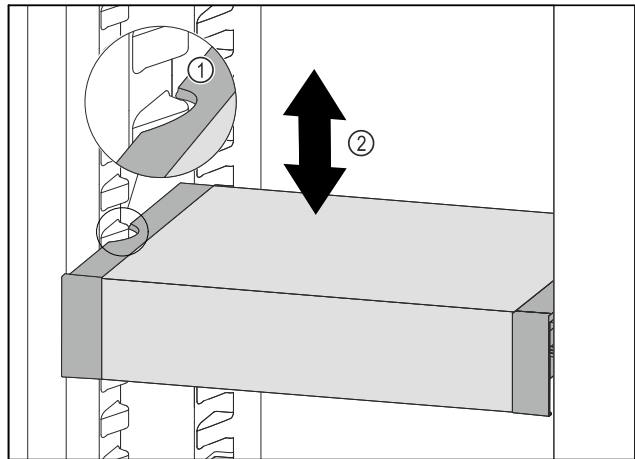

Fig. 103
- ▶ Тяните VarioSafe вперед, пока боковые выемки VarioSafe не окажутся на высоте выступа резервуара в холодильном отделении. Fig. 103 (1)
- ▶ Двигайте VarioSafe в холодильном отделении вверх или вниз, пока не будет достигнута требуемая высота. Fig. 103 (2)